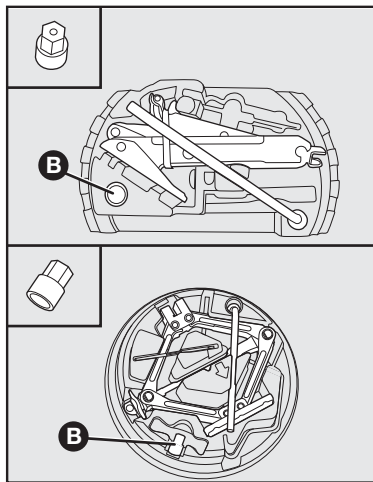

fig. 3
- Soltar as ferramentas, e remover o macaco **fig. 3** de acordo com a versão do veículo puxando-o de sua sede.
- O porta-ferramentas possui uma sede própria **B-fig. 3** para guardar a chave soquete antifurto de roda (quando disponível) **detalhe - fig. 3**.
- Retirar da sede específica no porta-ferramentas **B-fig. 3** a chave soquete detalhe **fig. 3**, que destrava o mecanismo antifurto.